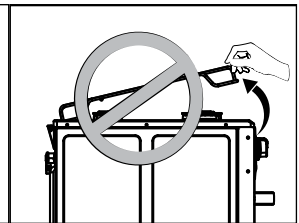

Figura 59
- 1.3. Por ningún motivo levante la parrilla de manera inclinada esto puede ocasionar reviente del esmalte de la mesa (Ver figura 59), forma incorrecta de retirar la parrilla.